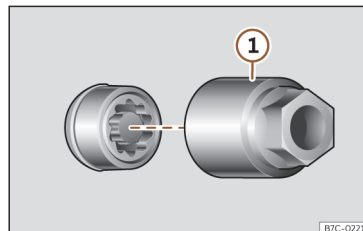

Fig. 41 Tornillo antirrobo de la rueda con capuchón y adaptador.
- Encaje el adaptador especial» **fig. 41** ① (herramienta de a bordo)» **pág. 50** » en el tornillo antirrobo de la rueda hasta el tope.